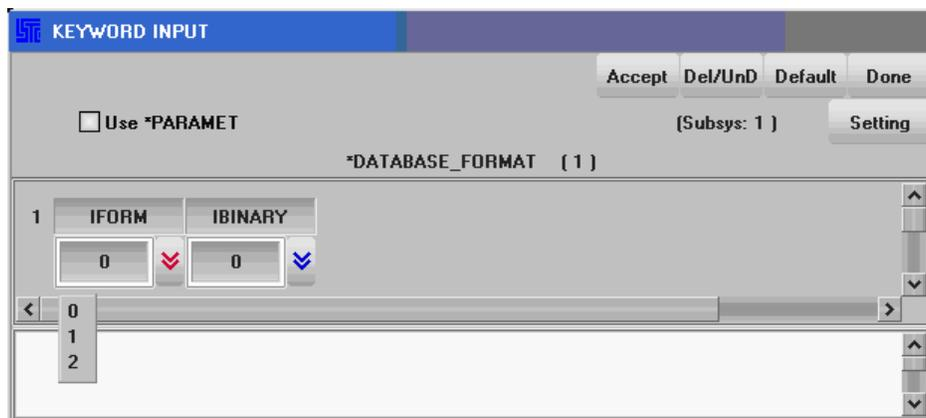

Рисунок 20. Изменение параметра *IFORM* карты **DATABASE_FORMAT*
- В результате произведенных операций возникнет окно редактирования **DATABASE_FORMAT* (Рисунок 20).
- Редактируем первый параметр *IFORM* данной карты. Изменяем его на значение *0*, соответствующее формату вывода данных в LS-DYNA (Рисунок 20).
- Нажимаем кнопку *Accept* и затем кнопку *Done* в окне **DATABASE_FORMAT* (Рисунок 20).